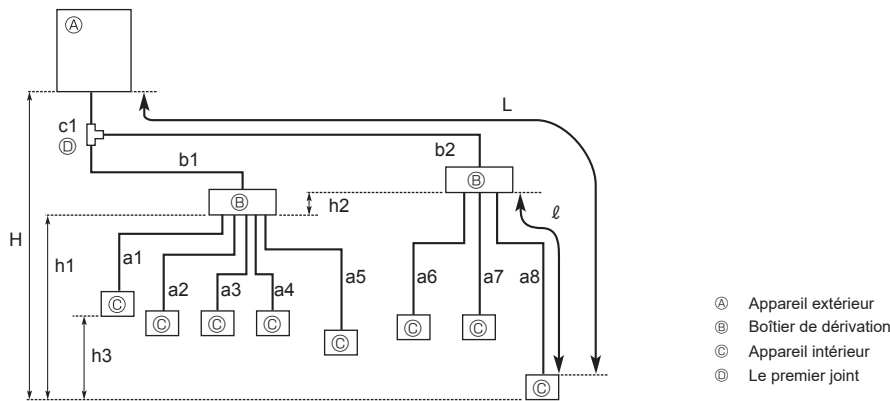

Fig. 4-2
4.2.2. Raccordement avec Boîtier de dérivation (Fig. 4-2)